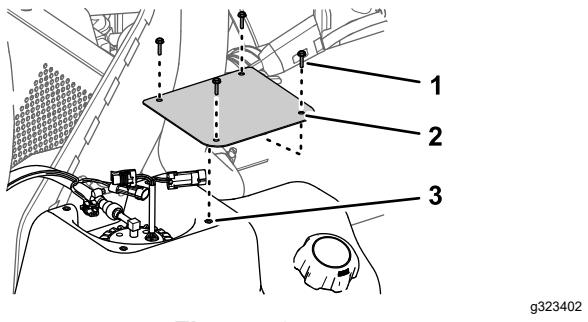

Figura 79
2. En el depósito de combustible, retire los 4 tornillos (Nº 10 x $\frac{3}{4}$ ") que sujetan la tapa a la parte superior del depósito de combustible, y retire la tapa (Figura 79).